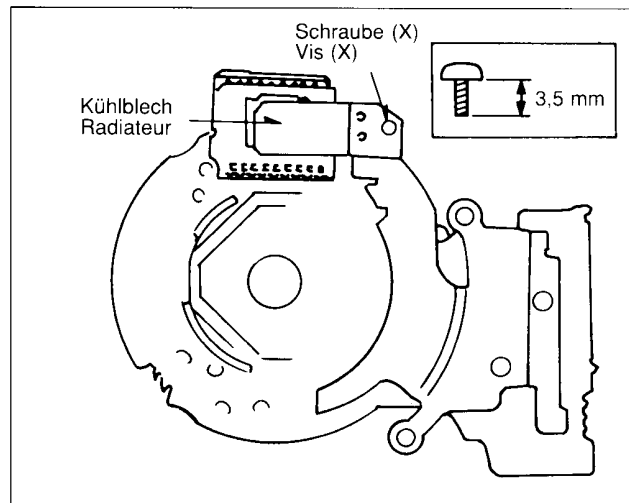

Fig. 28
2. Die Schraube (X) entfernen, um das Kühlblech abzunehmen.
6. Die Kopftrommel-Treiberplatine an die Kopftrommel-Einheit montieren. Fig. 28
2. Retirer la vis (X) pour enlever le radiateur.
6. Remonter la platine driver et l'unité tambour de têtes. Fig. 28